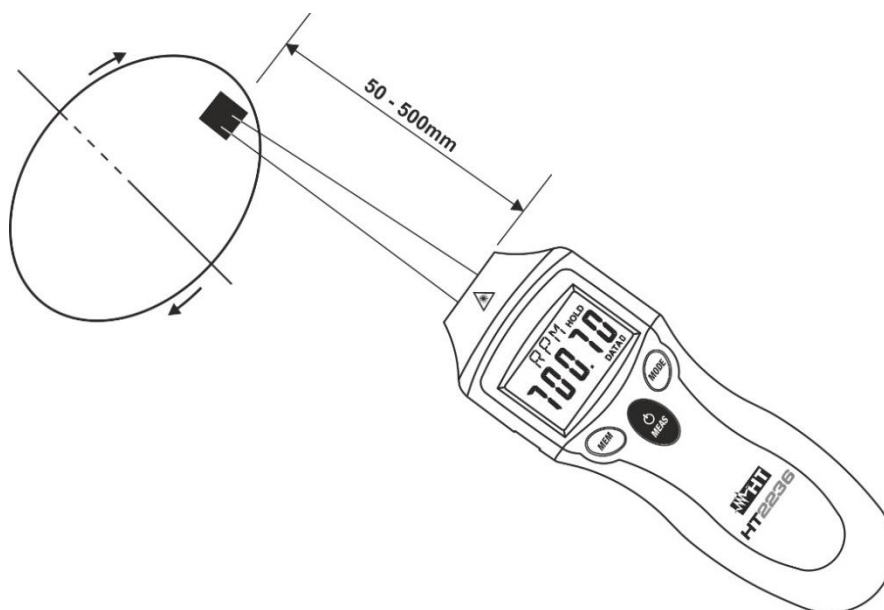

Fig. 2: Mesure de vitesse sans contact (RPM)
8. Appuyez et maintenez la touche /MEAS et dirigez le laser rouge vers la bande réfléchissante sur l'objet à tester (voir Fig. 2) et effectuez la mesure en maintenant une distance de l'objet entre 50mm et 500mm